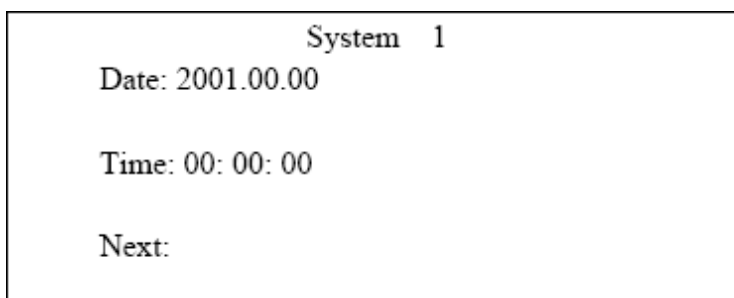

Fig.5
Wejście w ustawienia systemowe (Fig. 5).
Za pomocą strzałek $\uparrow\downarrow$ możesz przemieszczać się pomiędzy poszczególnymi opcjami, a wybór zatwierdzasz przyciskiem SET (Fig. 5).
E. Za pomocą strzałek $\uparrow\downarrow$ możesz przemieszczać się pomiędzy poszczególnymi ustawieniami w Fig 5, lub Fig. 6. Następnie wciśnij SET, aby potwierdzić swój wybór.